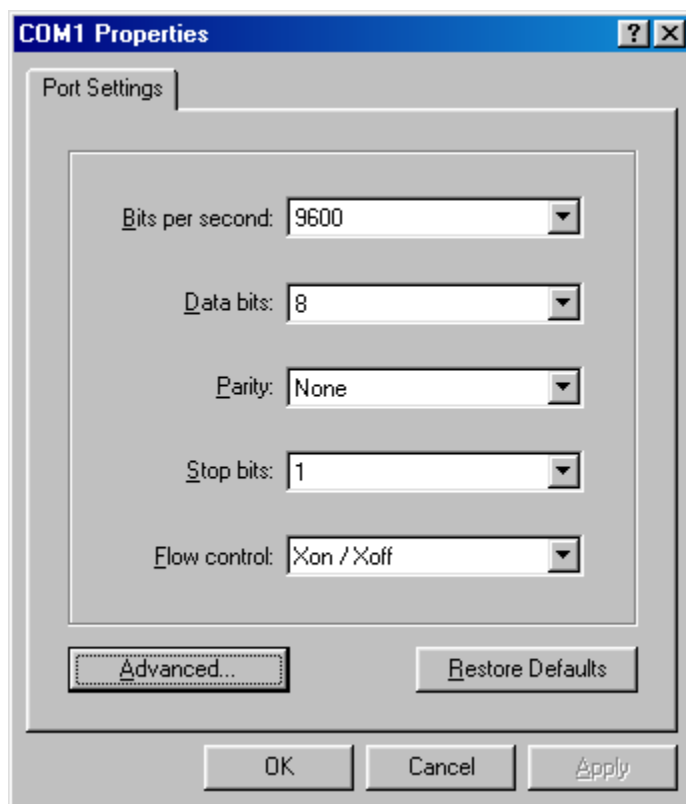

図 10 Microsoft Windows の「COM1 Properties」ダイアログボックス
- v. 図 10 に示したようにパラメータを選択し、「OK」をクリックします。